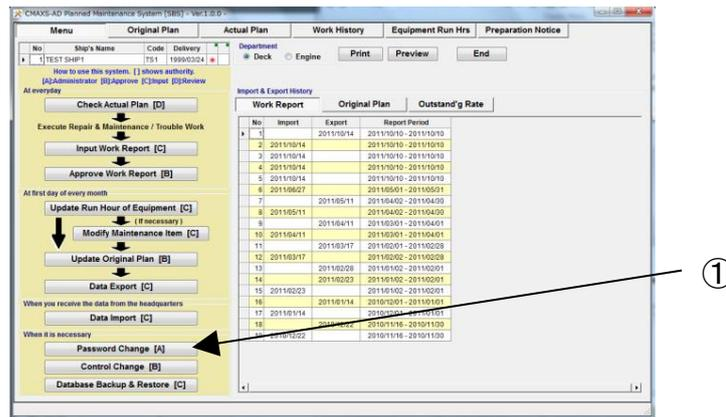

図 13-1 Menu 画面
- (1) "Menu"画面 (図 13-1)で、[Password Change]ボタンをクリックしてください。